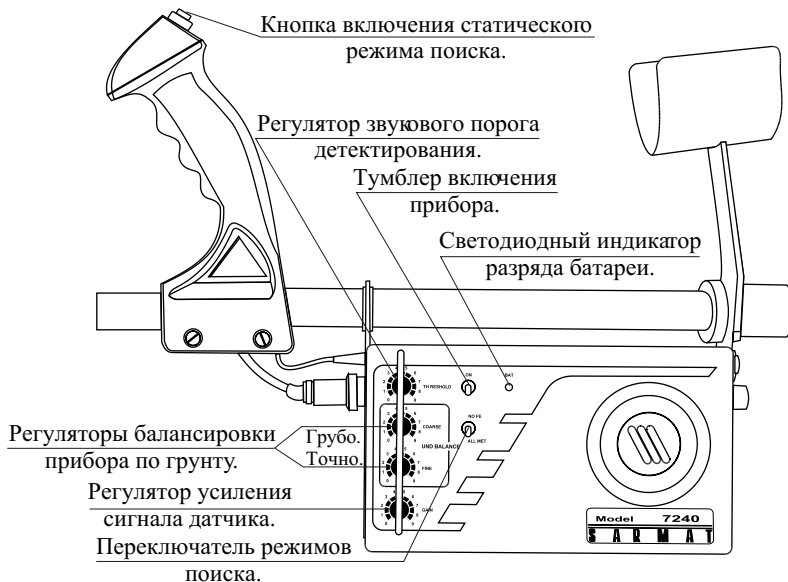

Рис. 2
6.1. Детектор имеет следующие органы управления и индикации (см Рис.2) :
- 5 Тумблер включения прибора (ON)
6.7. Кнопка включения статического режима.(См рис. 2)